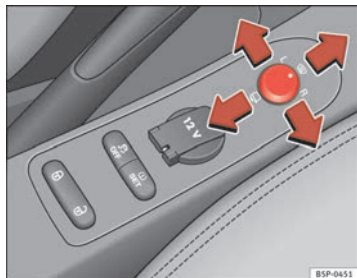

Fig. 85 Mando de los retrovisores exteriores
1. En primer lugar, gire el mando ⇒ fig. 85 hasta la posición **L (retrovisor izquierdo)**.
- Gire el mando hacia delante, en la posición central ⇒ fig. 85 ①, para que los retrovisores térmicos se calienten y la función de cristal parabrisas calefactable* en la zona de reposo de las escobillas, quede activada ⇒ página 131.
- Gire el mando ⇒ fig. 85 hasta la posición  para plegar los retrovisores exteriores. Para evitar daños en el vehículo, debería plegar los retrovisores exteriores siempre que utilice un túnel de lavado automático.